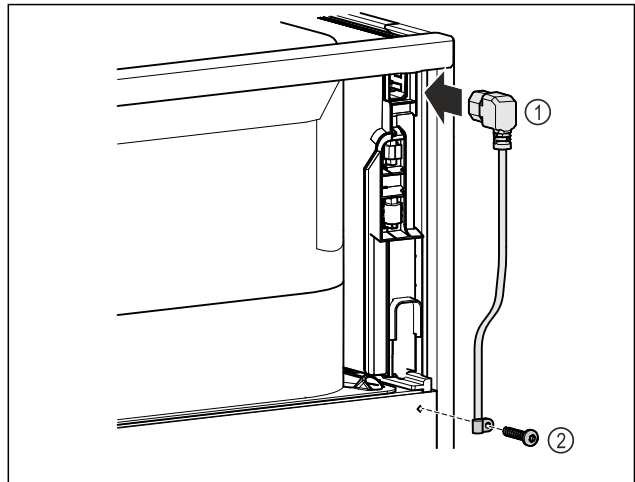

Fig. 76
- Au dos de l'appareil, brancher la prise pour appareil froid du câble d'alimentation Fig. 76 (1).
- Monter le serre-câble Fig. 76 (2)